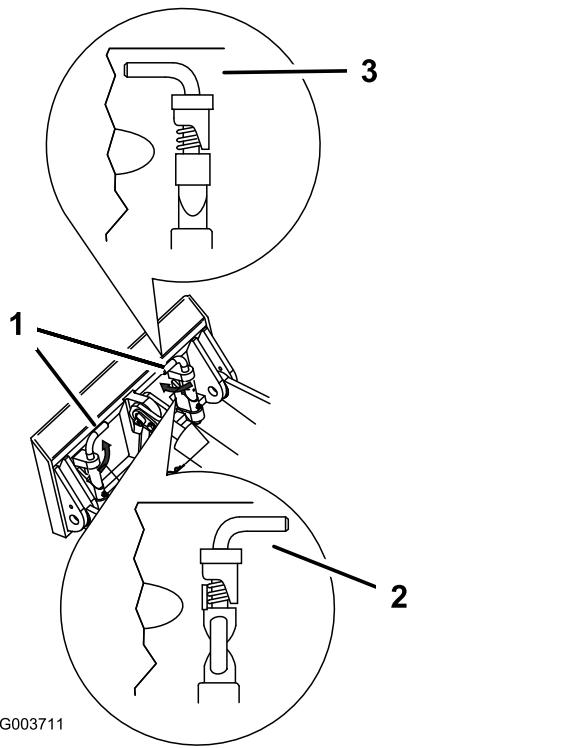

Рисунок 9
- Закрепите быстроустанавливаемые штифты, убедившись, что они полностью вошли в монтажную пластину (Рисунок 9).